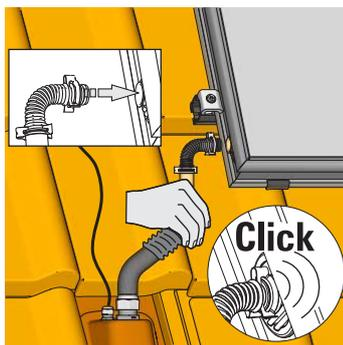

Fig. 3-41 Fase di lavoro 14
14. Inserire le curve di collegamento dei collettori nei tubi di collegamento montato finché le graffe di fissaggio non si innestano (fig. 3-41).